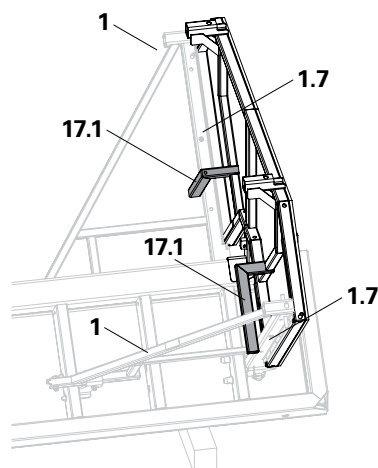

Fig. A11.06a
3. La sécurité (17.1) est appliquée par en bas contre le rail porteur (1.7) de la console MXK. (Fig. A11.06a)